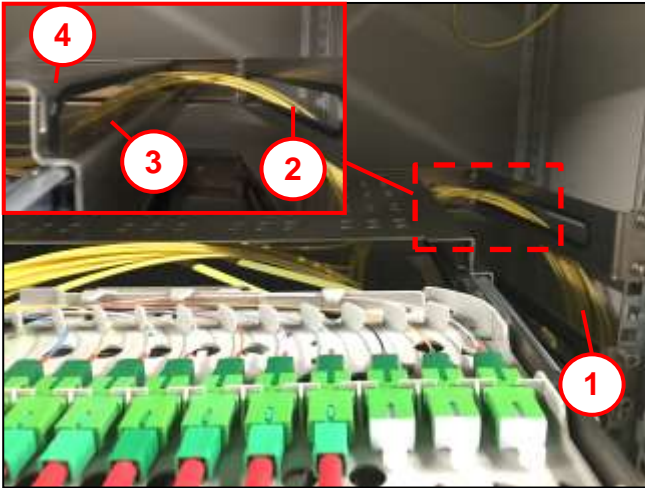

Abb. 24
- Patchkabel einführen siehe **Abb. 24**.
- Patchkabel (1) über die Umlenkungen (2) auf der Montageplatte führen.